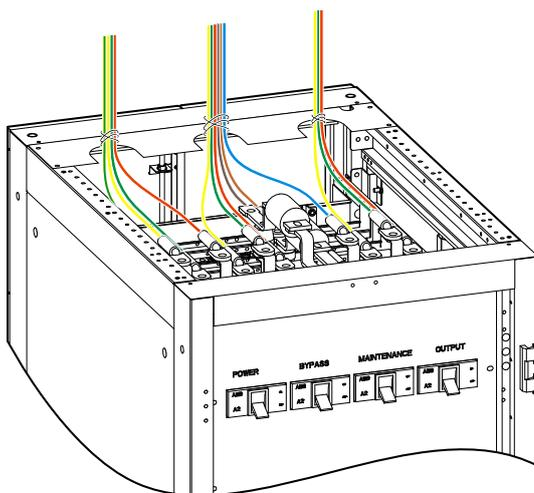
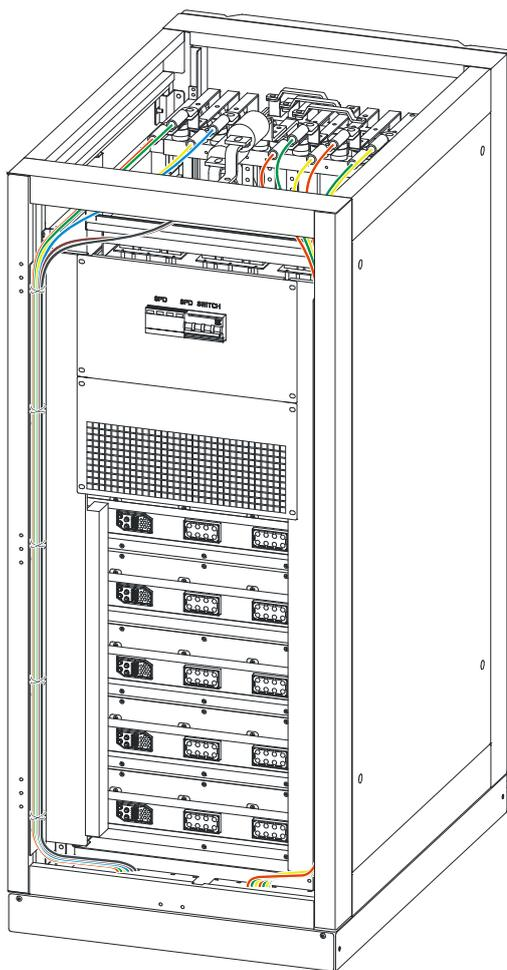

Рис. 3.21 Схема подключения (сверху) (вход и байпас разделены)
Рис. 3.22 Схема подключения (нижня) (вход и байпас разделены)
- После подключение проводов, установите крышку электропроводки и заполните пустое пространство противопожарным составом, после этого этап подключения завершён. Схемы показаны на Рис. 3-21 и Рис. 3-22.